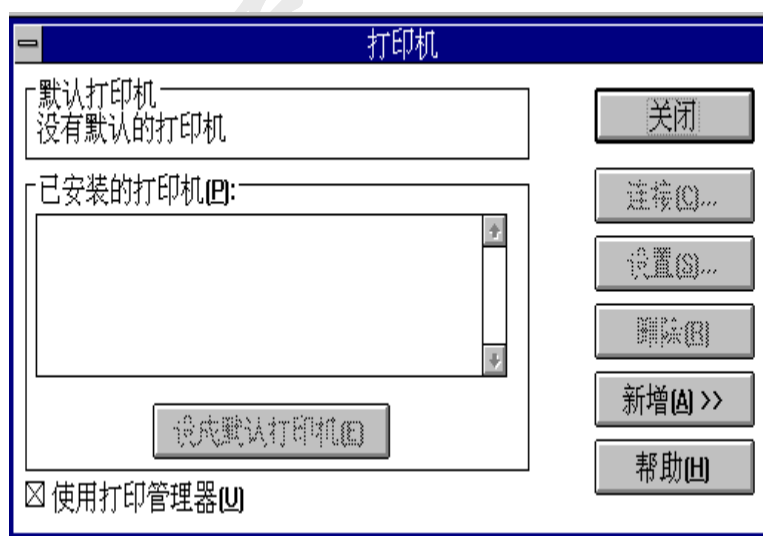

图 6-17 安装打印机（2）
2) 双击“打印机”程序项，进入打印机设置界面，如图 6-17 所示。